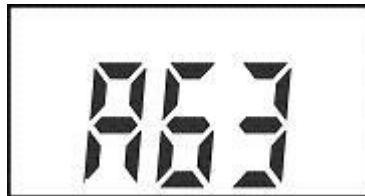

Рисунок 6.9
6.12.3 Заряд аккумуляторной батареи отключается автоматически. Время заряда составляет не более 4 часов. По окончании заряда на цифровом индикаторе отображается надпись "АБ3", выключается подсветка и включается периодическая звуковая сигнализация (рисунок 6.9).